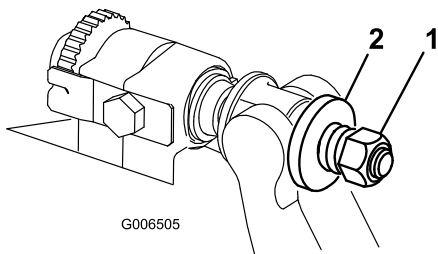

Figura 33
5. Serrate il dado di tensione della molla finché la molla non si schiaccia, quindi allentate di 1/2 giro (Figura 33).